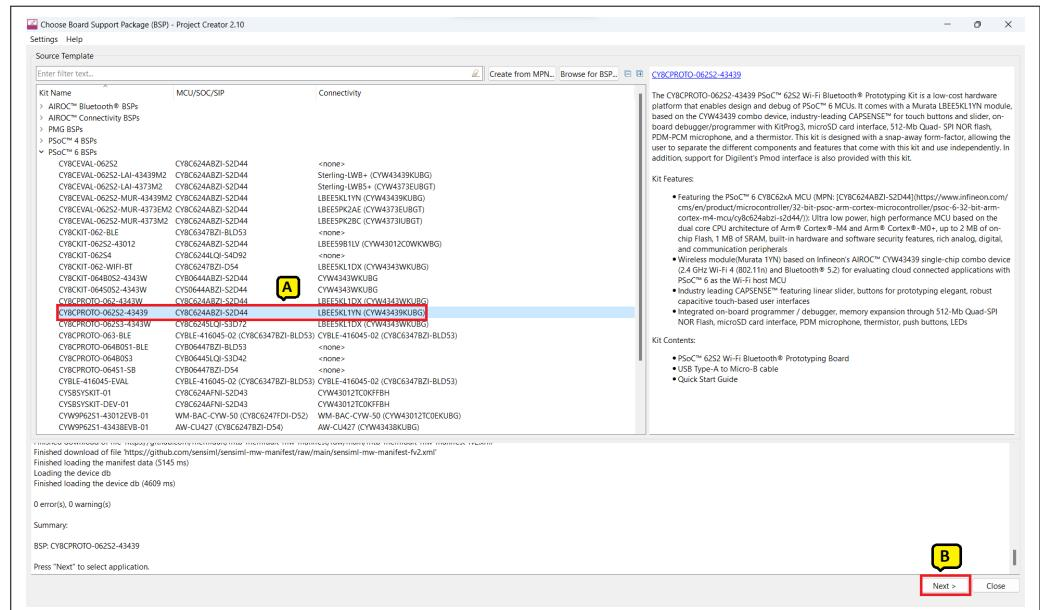

図 7 ターゲットハードウェアの選択
- Choose Board Support Package (BSP)** ダイアログで、使用する **Kit Name** を選択してください。以下の手順では **CY8CPROTO-062S2-43439** の使用を想定しています。この手順については図 7 を参照してください。